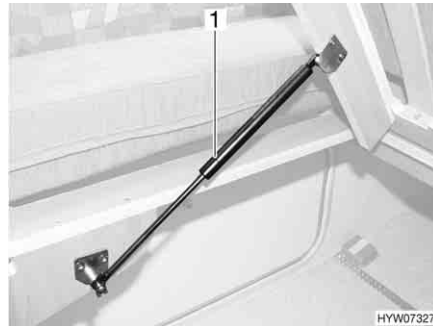

Bild 103 Fast säng
- Lyft ribbotten. Gasfjädrarna (Bild 103,1) håller kvar ribbotten i öppet läge.